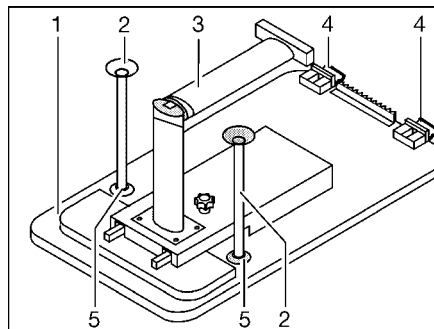

Bild 77 Bettunterbau
- Tischplatte (Bild 77,1) vorn leicht anheben.
- Tischfuß (Bild 77,3) am Gelenk entriegeln und einklappen.
- Tischplatte ca. 45° nach oben schwenken und Halterungen (Bild 77,4) aus der oberen Halteschiene aushängen.
- Je nach Modell die beiden zusätzlichen Stützfüße (Bild 77,2) in die Aufnahmen (Bild 77,5) an der Unterseite der Tischplatte stecken.